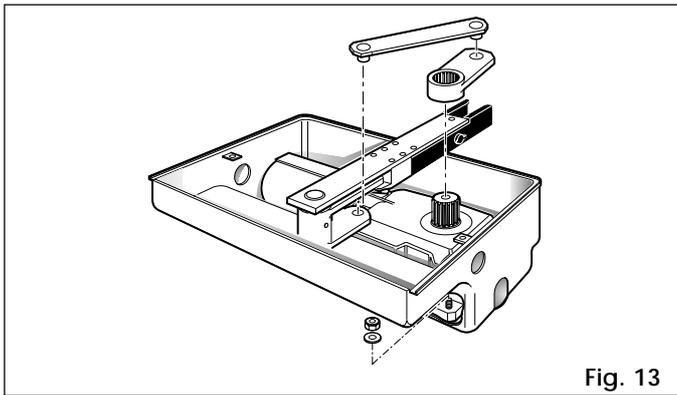

Fig. 13
- 2) Posizionare l'operatore sulle apposite viti di fissaggio presenti sul piano della cassetta portante e fissarlo tramite i dadi e le rondelle in dotazione (fig. 13).
- 3) Chiudere manualmente l'anta ed inserire le leve di trasmissione in dotazione come da fig. 13.